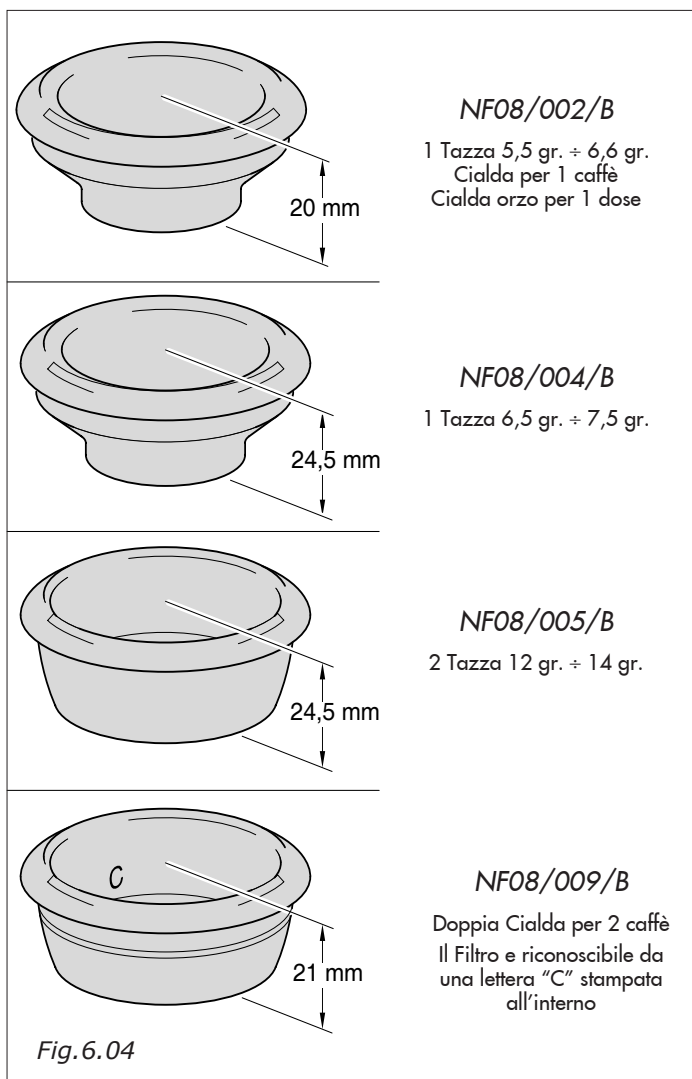

Fig.6.04
Secondo la quantità di caffè macinato, occorre utilizzare il filtro come indicato (Fig. 6.04) per evitare che, ad erogazione terminata, la paglia fondi caffè resti attaccata al gruppo erogatore.
- Scegliere il filtro corretto ed inserirlo nel portafiltro, utilizzare i filtri piccoli per una tazza ed il filtro grande per due tazze (Fig.6.04).